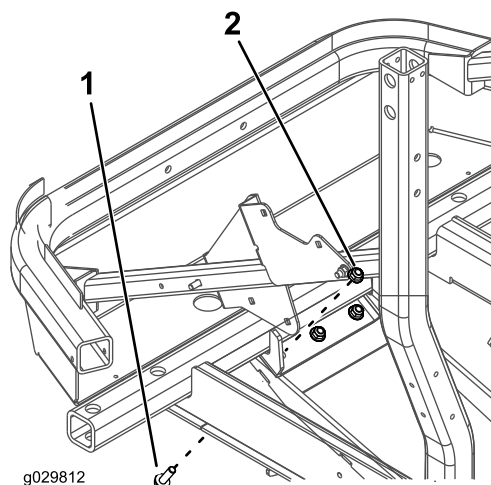

Рисунок 1
1. Снимите с узла рамы 3 болта и 3 гайки (Рисунок 1).